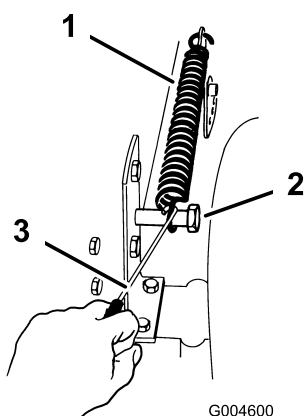

Figura 11
16. Enganche el muelle de elevación que se encuentra entre el soporte de elevación del lado derecho del cortacésped y el perno de retención (Figura 11).